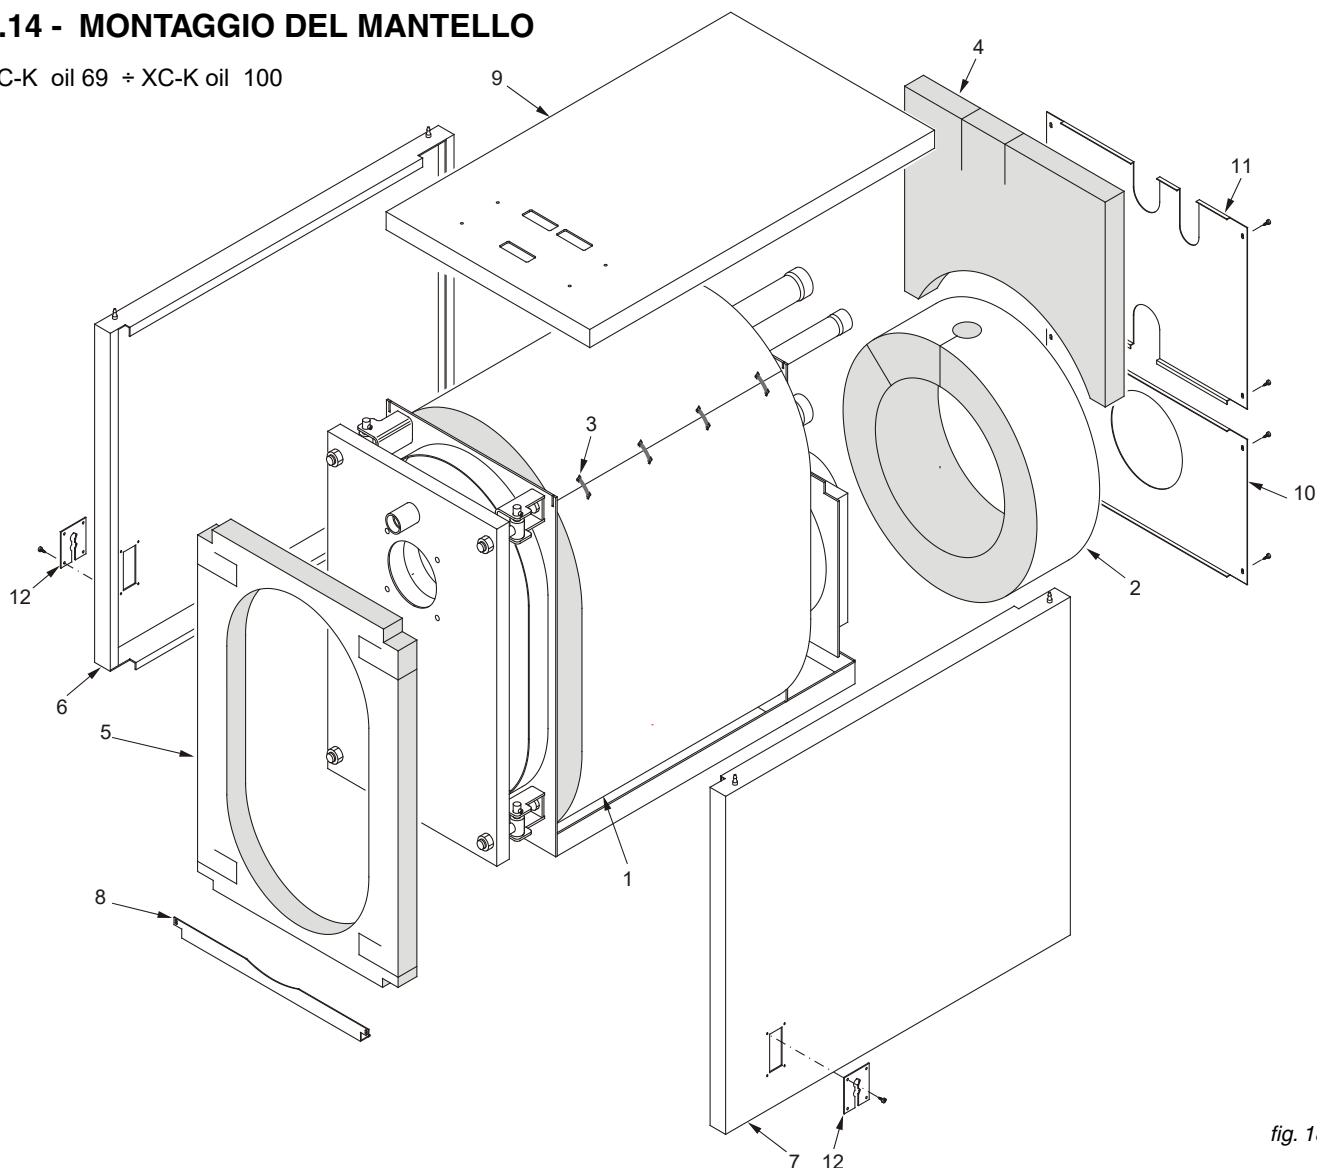

fig. 18
N.B. Per i modelli compresi tra **XC-K oil 69** e **XC-K oil 230** (rif. fig. 18 e 19), il mantello e l'isolamento sono contenuti in 1 imballo marcato:
Sequenza di montaggio (Rif. fig. 18, 21)